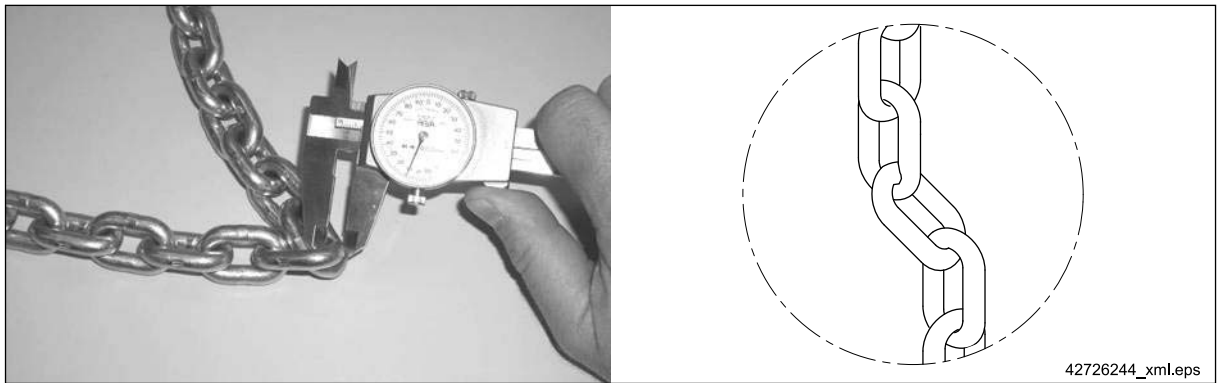

Abb. 48
- des Einzelgliedverschleißes \Rightarrow Abb. 48, Seite 75;